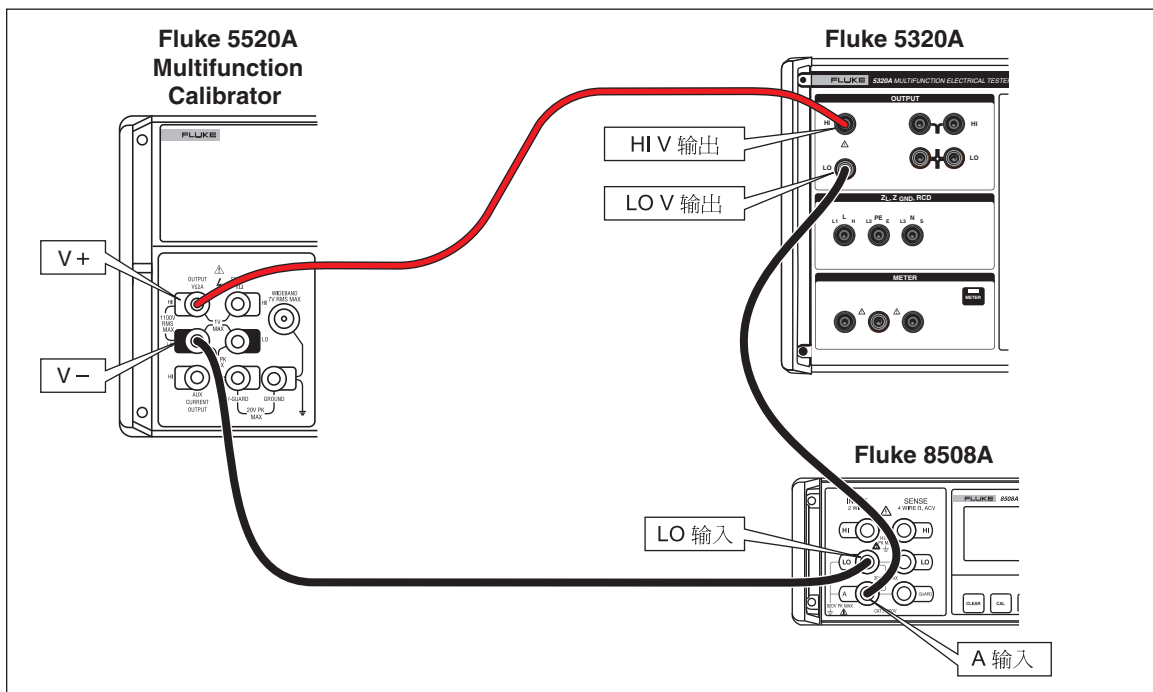

图6-7.万用表电流验证设置
1. 请按 **[mA~]**，选择校准器上的无源泄漏电流功能。将多功能校准器的输出（在本例中，Fluke 5520A）连接到本校准器的 HI 和 LO V~ 端子，如图6-7中所示。在 5520A 校准器上，将其输出设定为本校准器供电电源电压的标称值（交流 115 伏或 230 伏），并设定频率为 55 赫兹。
2. 按照图6-7中所示的连接，连接标准万用表的电流端子。在标准万用表上（例如：Fluke 8508A）选择有自动量程的 ACI 功能。